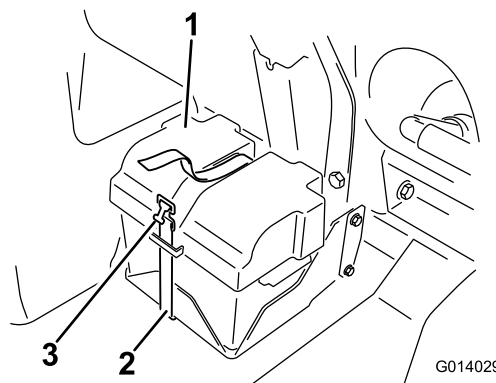

Figura 80
2. Rimuovete il coperchio della batteria e scollegate il cavo di messa a terra negativo (nero) dal polo della batteria (Figura 80).
4. Montate il coperchio della batteria e fissatelo con la cinghia rimossa in precedenza (Figura 80).